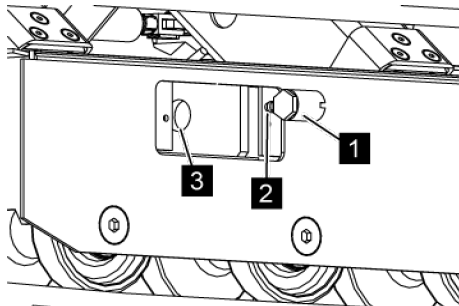

Fig. 149: Mettre en place l'accouplement coulissant
4. ➔ Pousser l'accouplement coulissant (Voir la Fig. 149/1) avec le graisseur (Voir la Fig. 149/2) en premier sur le vérin (Voir la Fig. 149/3).